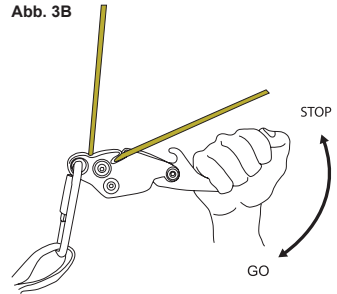

Abb. 3B
7. Die Abseilgeschwindigkeit wird mit einer Hand am Griff und der anderen Hand am Seil unter dem Gerät geregelt. Zunächst das Seil gemäß Abb. 3B in einem Winkel aus dem Schlitz laufen lassen. Bei der Abwärtsbewegung des Griffs nimmt die Geschwindigkeit zu. Wenn der Griff nach oben bewegt oder freigegeben wird, wird der Abseilvorgang unterbrochen. Erhöhen oder verringern Sie die Reibung, indem Sie das Seil in den schmalen Teil des Schlitzes hinein bzw. davon weg bewegen.
- Die Abseilgeschwindigkeit wird mit einer Hand am Griff und der anderen Hand am Seil unter dem Gerät geregelt. Zunächst das Seil in einem Winkel aus dem Schlitz laufen lassen. Mit auf dem Kopf stehenden Abseilgerät wird der Abseilvorgang durch Ziehen des Griffes nach oben (Abb. 7) eingeleitet und durch Bewegung des Griffes nach unten oder Freigabe des Griffes beendet. Erhöhen oder verringern Sie die Reibung, indem Sie das Seil in den schmalen Teil des Schlitzes hinein bzw. davon weg bewegen wie in Abb. 3B gezeigt. Es ist wichtig, dass eine Hand zur besseren Regelung des Abseilvorgangs immer am Seil unterhalb des Abseilgerätes bleibt.